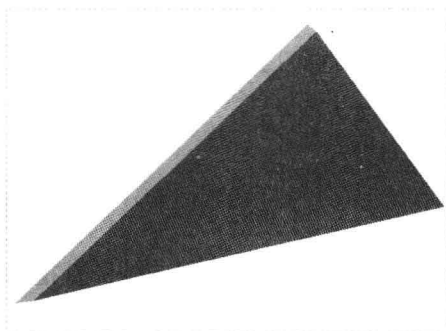

图 4-11 创建域基准点
Step 04 单击“确定”按钮，此时系统自动命名为 FPNT0，在绘图区的空白位置单击鼠标左键，即可在创建域基准点，如图 4-11 所示。